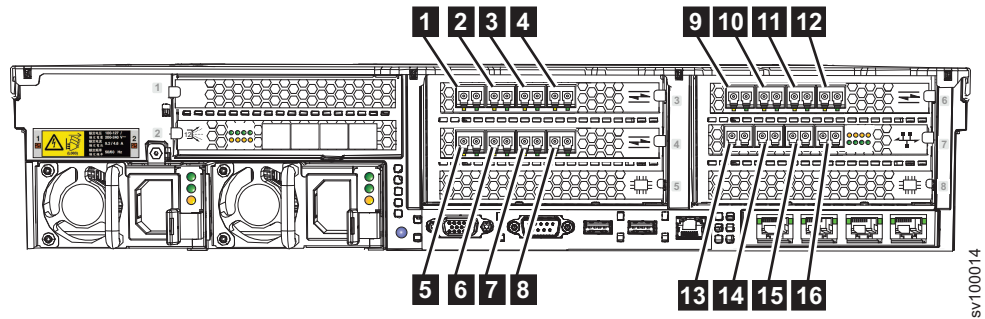

Figure 32. ports Fibre Channel
3. Facultatif : Si la fonction Fibre Channel est installée, vous pouvez connecter des câbles Fibre Channel aux ports Fibre Channel, selon les exigences de votre configuration. La figure 32, à la page 29 présente un exemple d'unité avec des cartes Fibre Channel 16 Gbits/s installées aux emplacements 3, 4 et 6. Une carte Ethernet optique est utilisée pour les communications FCoE (Fibre Channel over Ethernet) et est installée à l'emplacement 7, fournissant des ports Fibre Channel supplémentaires.